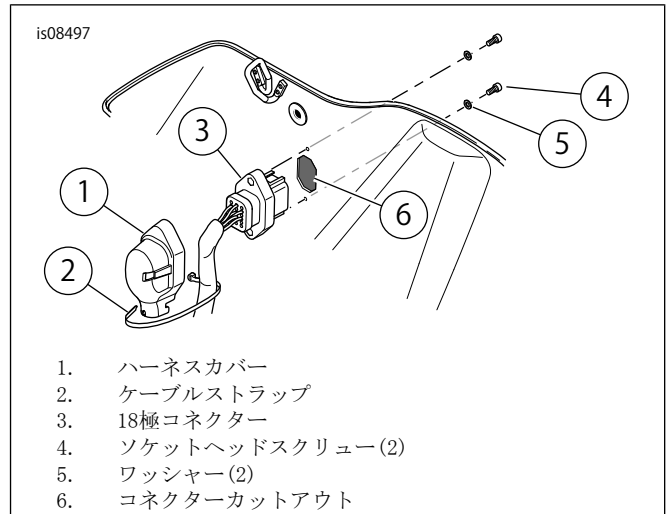

図4。18極コネクタおよびカバーの取り付け
3. 「図4」を参照してください。サドルバッグハーネスからの18極バルクヘッドコネクタ(3)のピン側を、内側からサドルバッグホールに挿入します。サドルバッグの外側から、ソケットヘッドスクリュー(4)およびワッシャー(5)を使用して、コネクタを固定します。締め付ける。